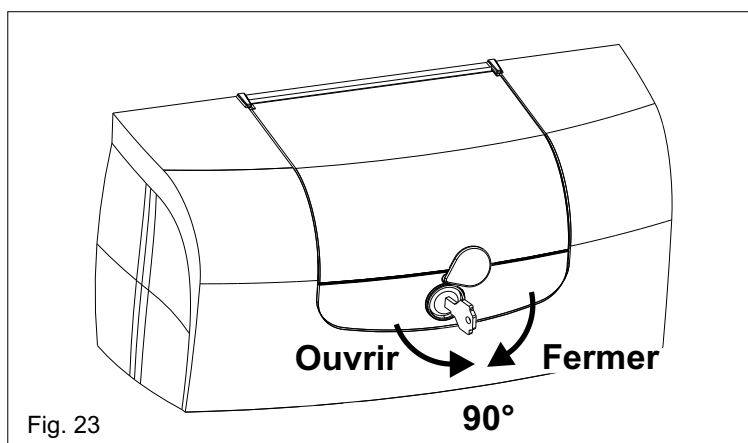

Fig. 23
- Ouvrir le couvercle de la serrure (Fig.23).
- Insérer et tourner la clef dans le sens inverse aux aiguilles d'une montre à 90° (Fig.23), ouvrir le couvercle.